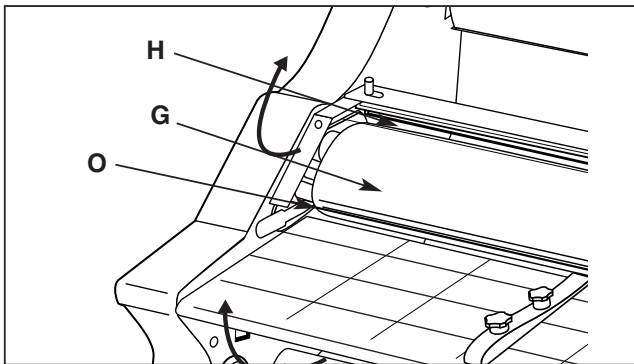

Figure 3A
G. HEAT SHOES: Teflon coated heat shoes melt the adhesive on the laminating film before it is compressed by the nip rollers. (Figure 3A).
G. ROULEAUX CHAUFFANTS : Les rouleaux chauffants recouverts de Téflon fondent l'adhésif sur le film de plastification avant de le comprimer avec les rouleaux pincés. (Figure 3A).